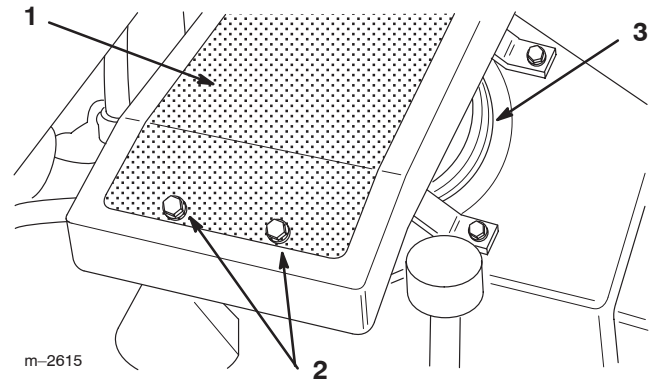

Bild 26
1. Nehmen Sie den Ölkühler vom Motor ab (Bild 26). Bewahren Sie die Befestigungsschrauben auf.
2. Reinigen Sie die Rippen des Ölkühlers und den Bereich zwischen den Rippen und dem Gitter mit Druckluft. Wenn der Bereich zwischen dem Gitter und den Rippen sehr kompaktiert ist, nehmen Sie den Ölkühler vom Gitter ab. Nehmen Sie die beiden Befestigungsschrauben ab (Bild 26). Bewahren Sie die Befestigungsschrauben auf.
3. Reinigen Sie das Luftansauggitter des Motors (Bild 26).
4. Montieren Sie den Ölkühler mit den vorher entfernten Schrauben am Motor (Bild 26).